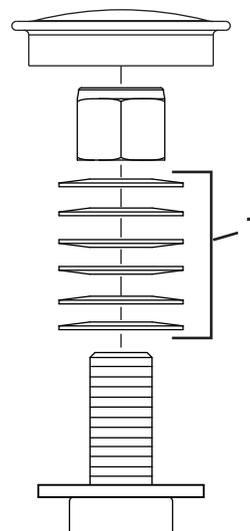

Рисунок 53
3. Снимите пылезащитную крышку с поворотного колеса и затяните контргайку (Рисунок 53).
4. Затягивайте контргайку до тех пор, пока пружинные шайбы не станут плоскими, и затем отверните на 1/4 оборота, чтобы правильно установить предварительную нагрузку на подшипниках (Рисунок 53).
5. Установите пылезащитную крышку (Рисунок 53).
**Внимание:** Убедитесь, что пружинные шайбы установлены правильно, как показано на Рисунок 53.